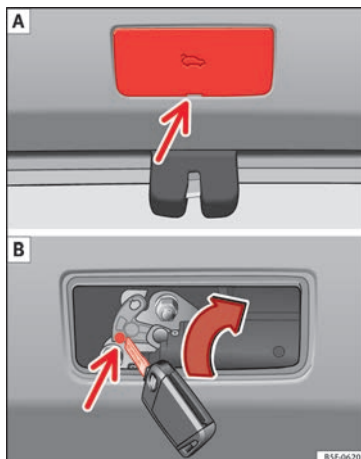

Bild 7 Bagageutrymme: Åtkomst till manuell öppning
- Ta bort skyddet genom att sätta in en skruvmejsel i spåret » **bild 7 A**.
- Stoppa in nyckeln i öppningen och vrid den i pilens riktning tills låset » **bild 7 B** har frigjorts.